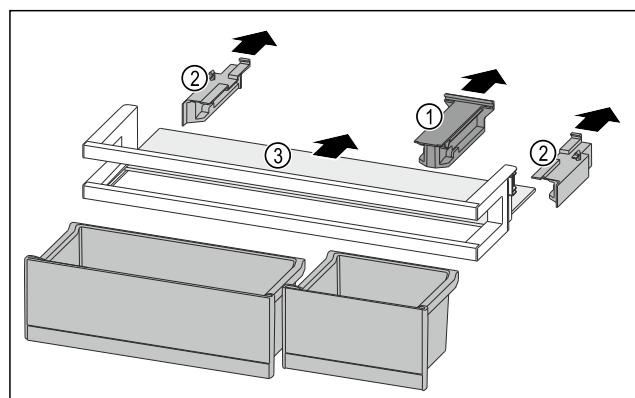

Fig. 83
- Halteteil Fig. 83 (1) abziehen.
- Seitenteile Fig. 83 (2) abziehen.
- Abstellfläche Fig. 83 (3) entnehmen.